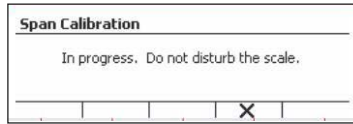

Figure 11
- Placez la masse d'étalonnage du poids spécifié sur le plateau et appuyez sur le bouton multifonction correspondant à l'icône ✓. Pour modifier le point d'étalonnage, saisissez la valeur désirée, puis placez le poids correspondant sur le plateau pour l'étalonnage. Un message de suggestion apparaît à l'écran. (Voir Figure 11)